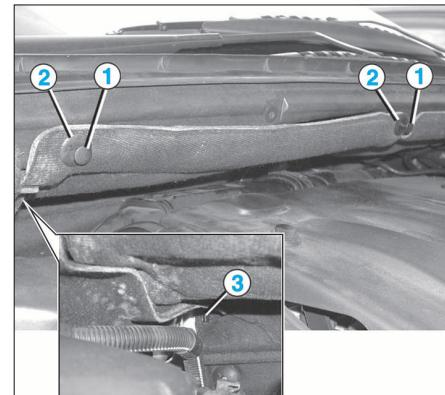
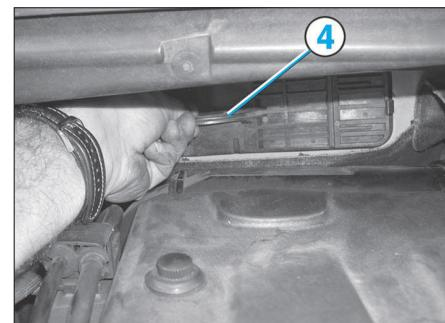

FIG. 2
FIG. 3
- Soulever les pions centraux (1) puis retirer les agrafes (2) (Fig.2).
- Abaissier l'insonorisant, puis le déposer en le retirant de ses attaches (3) (une de chaque côté du couvercle de filtre à air d'habitacle).
- Accéder au filtre en tirant sur la poignée (4) du couvercle (Fig.3).